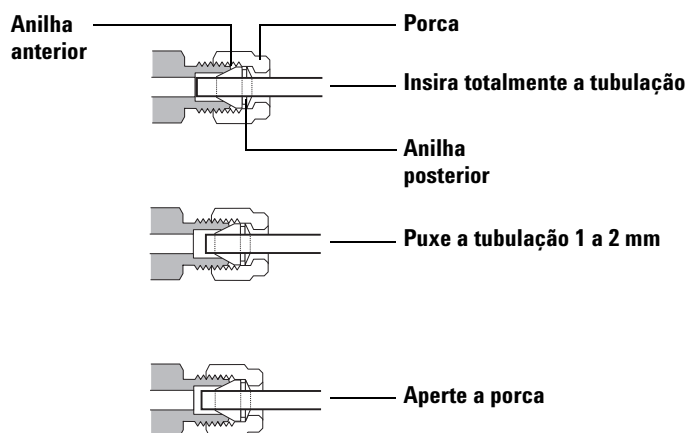

Figura 11 Inserir a tubulação
- 5 Empurre a tubulação totalmente no plugue e depois puxe-a aproximadamente 1 a 2 mm (Figura 11).